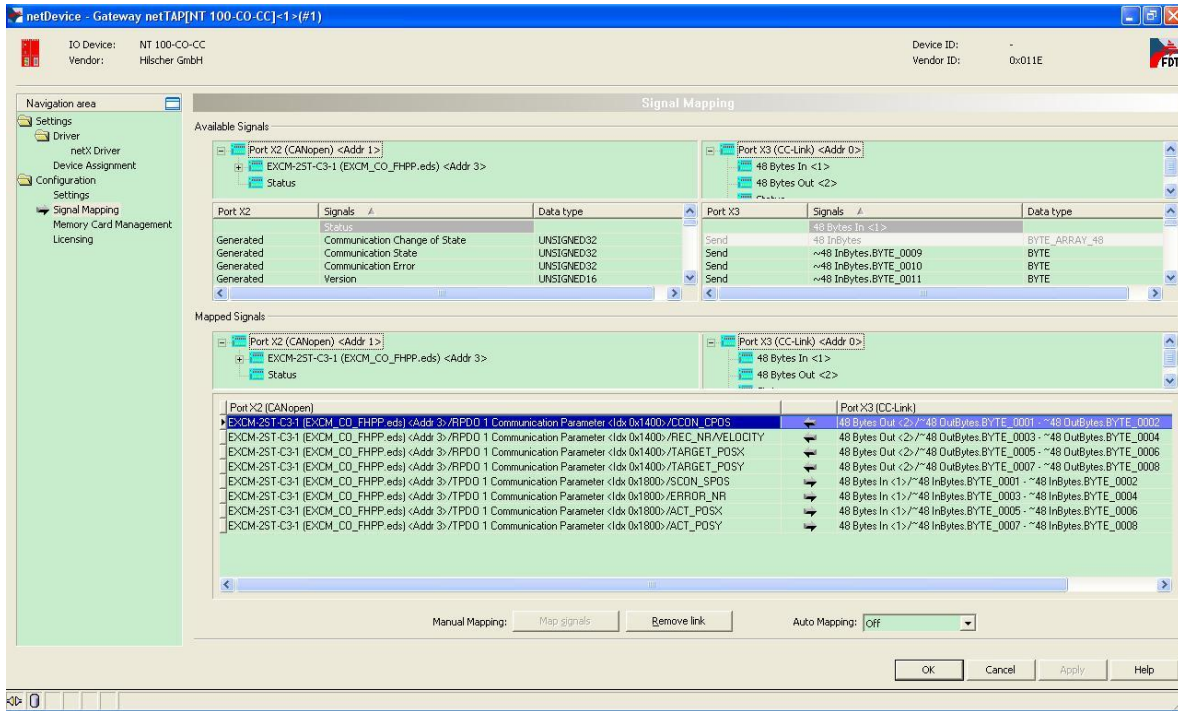

图 20
(20) 双击 NT100 图标，在弹出的对话框左侧的导航区，选择 **Signal Mapping** 进行数据映射。数据映射的规则是总是先选择 **Receive** 的数据，再选择 **Send** 的数据，单击 **Map** 按钮完成一条映射。**Receive** 的方向是网关上某一个接口接收数据，**Send** 的方向是网关上另一个接口发送数据。因为 **CC-Link** 通讯的数据以字节为单位，而 **CANopen** 通讯的 **PDO** 数据以字为单位。因此需要将 **CC-Link** 通讯的两个 **Receive** 数据，映射至 **CANopen** 通讯的一个 **Send** 数据；而反方向的话，软件会自动将 **CANopen** 通讯的一个 **Receive** 数据，映射至 **CC-Link** 通讯的两个 **Send** 数据。可以通过 **Ctrl** 键或 **Shift** 键选中多个 **Receive** 数据。还可以在 **Auto Mapping** 中，通过选择“From Port3 to Port2”，并单击 **Apply** 按钮，来进行数据自动映射，映射完成如图 20 所示。